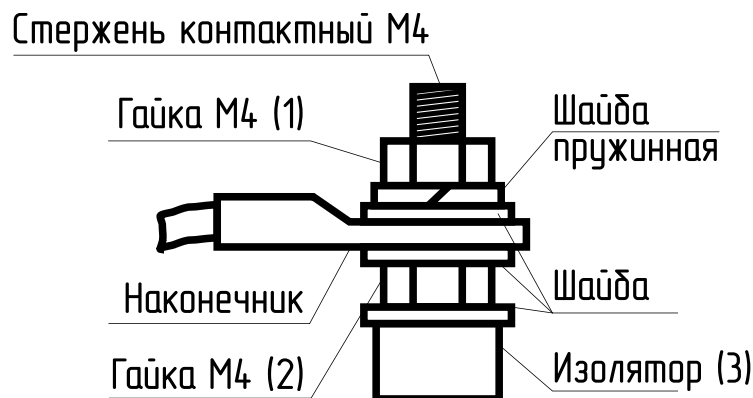

Рис.17 Присоединение проводов к выводам блок ТЭН
- при замене блок ТЭН присоединение фазных проводов к выводам блок ТЭН производить согласно **рис.17**. Сечение кабеля указано в таблице 1 и 2;
- провод нейтрالي «N» подключить на перемычку блока ТЭН (**рис.17**).